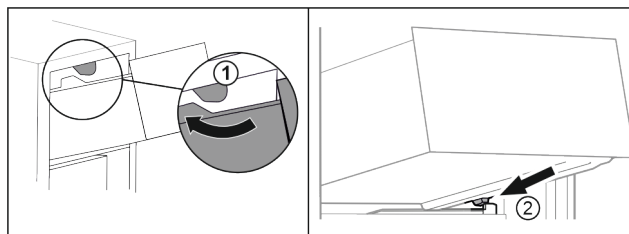

Fig. 90
- ▶ Veděte zásuvku podél horních zářezek. Fig. 90 (1)
- ▶ Nasadte zásuvku šikmo za dolní zářezky na žebrování na nádoby. Fig. 90 (2)